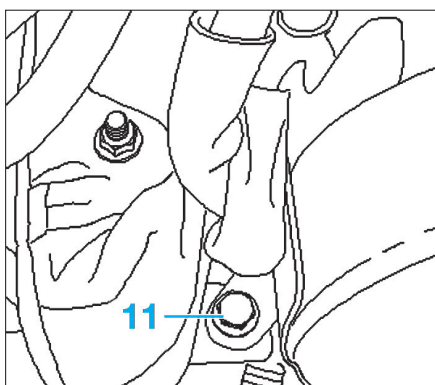

Fig. 47
- Déposer les vis (11) de fixation sur le support supérieur du filtre habitacles (Fig.47).